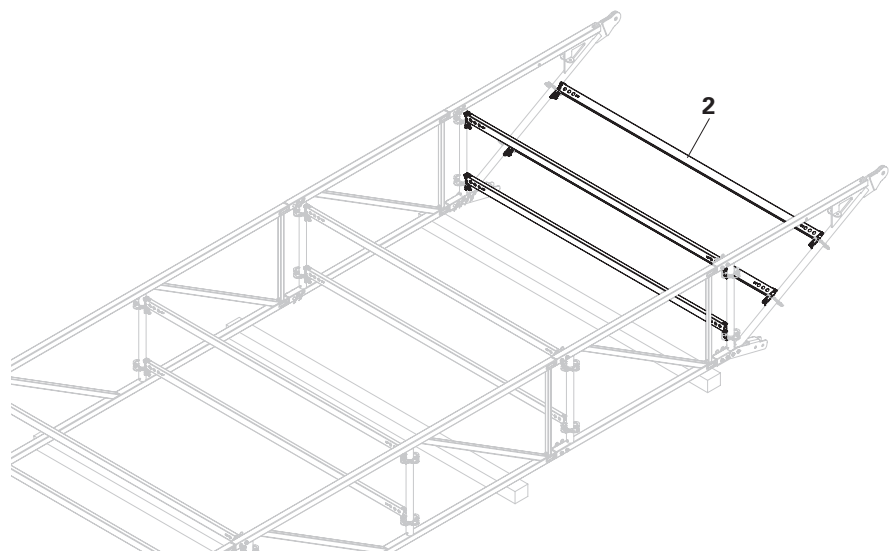

Fig. A1.10
5. Attaccare i correnti orizzontali (**2**). (Fig. A1.10)
6. Fissare saldamente tutti i cunei con un martello. (Fig. A1.10) → I correnti orizzontali sono ora fissati.